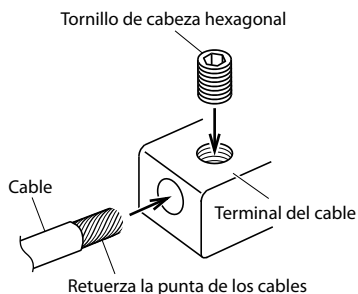

Fig. 6
3. Apriete el tornillo de cabeza hexagonal con la llave hexagonal (incluida) para fijar el cable. (Fig. 6)